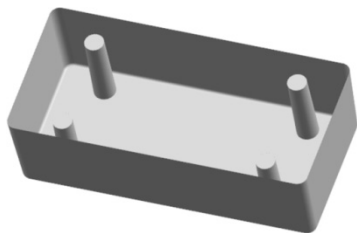

图 11-5 只显示曲面
(8) 选取“菜单 | 格式 | 图层设置”命令，取消“□1”前面的“√”，隐藏第 1 层的实体，只显示第 10 层的曲面，着色后如图 11-5 所示。